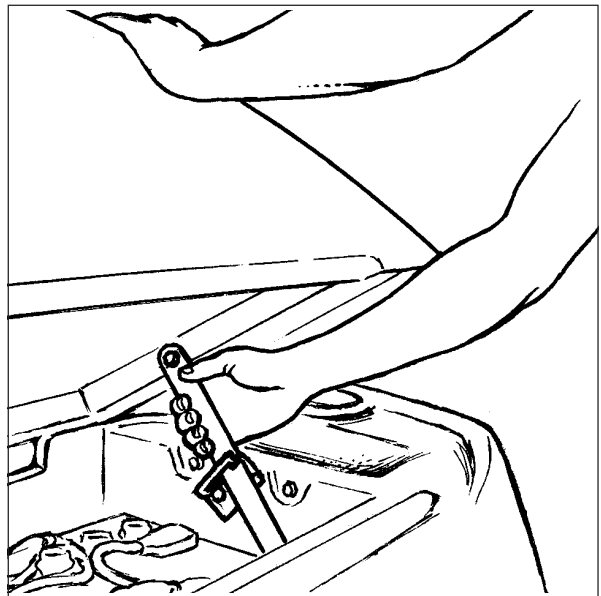

Abb. 29B
**MERKE:** Zum Laden der Batterien den Schmutzwassertank bis zur halboffenen Position öffnen. Die Stütze muß hörbar einrasten. Siehe Abb. 29B